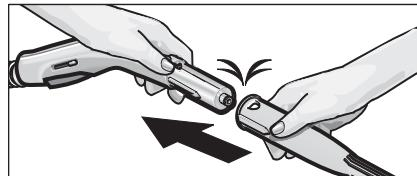

Fig. 1: Innesto dell'accessorio nella pistola vaporizzatrice
- Collegare l'accessorio desiderato (C1,D1) alla pistola vaporizzatrice (B1). A tal fine infilare l'estremità tubolare dell'accessorio nella pistola vaporizzatrice (B1). Spingere poi l'accessorio nella pistola vaporizzatrice finché s'innesta il pulsante di sblocco (B3) della pistola vaporizzatrice (si veda fig. 1).